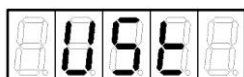

Рисунок 3
4. Нажать кнопку . Если пароль набран верно, то осуществится вход в управляющее меню и на индикаторе отобразится первый его пункт – слово "USt" (рисунок 3). (В противном случае произойдет возврат в рабочий режим.)